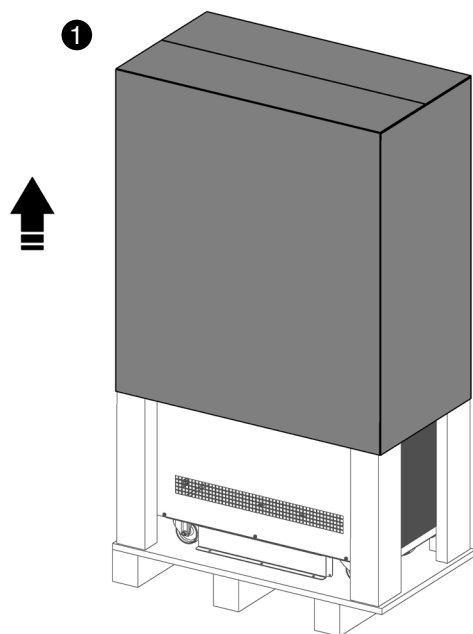
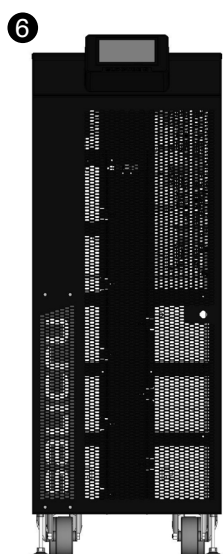

Fig. 22. Extracción del embalaje de cartón.
Fig. 27. Equipo desembalado a modo de ejemplo.
En las Fig. 22 a Fig. 27 se representan a modo de ejemplo las ilustraciones correspondientes al armario SAI de 30 kVA a 40 kVA.
- ❶ Para desembalar el equipo cortar los flejes de la envolvente de cartón y sacarlo por arriba como si fuera una tapa (Fig. 22) o bien desmontarlo con las herramientas necesarias si el envolvente es de madera.
- ❻ Equipo desembalado en su ubicación definitiva (Fig. 27).